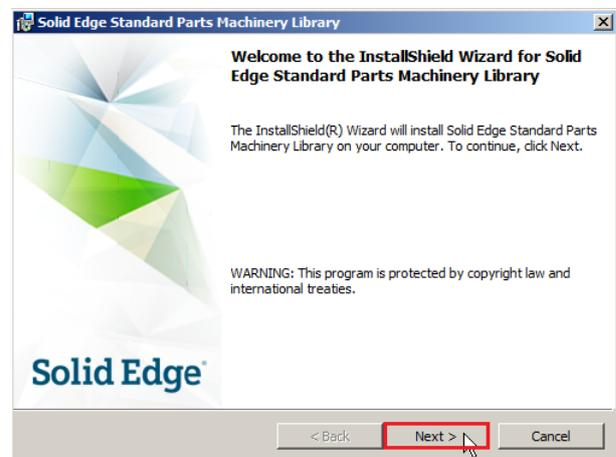
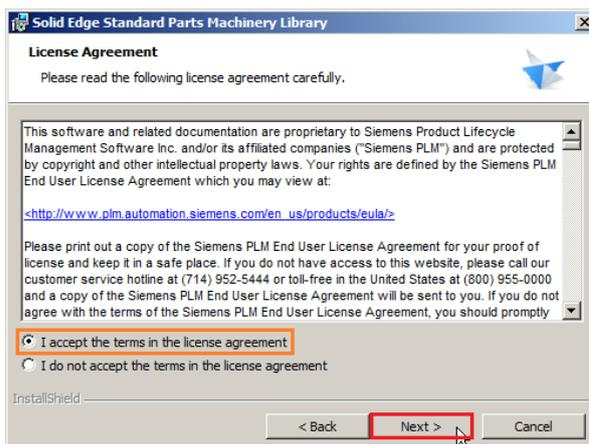
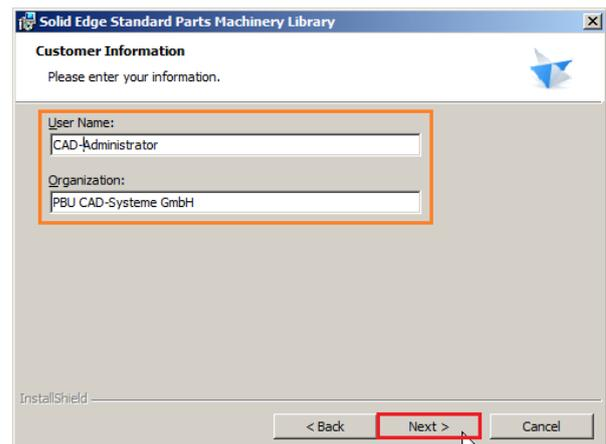

Abbildung 2
Abbildung 3
Abbildung 4
- 2.2. Fahren Sie mit der Installation fort (Abb. 2), akzeptieren Sie die Lizenzbedingungen (Abb. 3) und geben Sie Benutzernamen und Firmennamen ein – optional (Abb. 4).